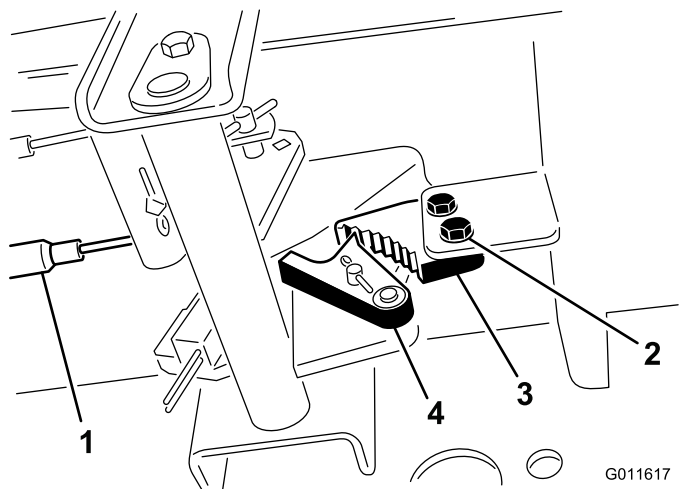

Рисунок 44
1. Ослабьте два винта крепления защелки стояночного тормоза к раме (Рисунок 44).
2. Нажимайте педаль тормоза вперед, пока углубление тормоза не войдет полностью в зацепление с защелкой тормоза (Рисунок 44).